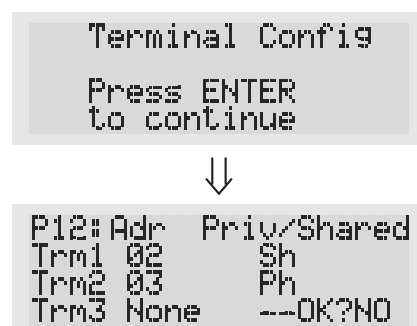

Fig. 4
- Premendo ancora una volta il tasto "enter" verranno visualizzate in sequenza le maschere di Fig. 4;
- Pressing "enter" again displays the screens shown in Fig. 4, in sequence;